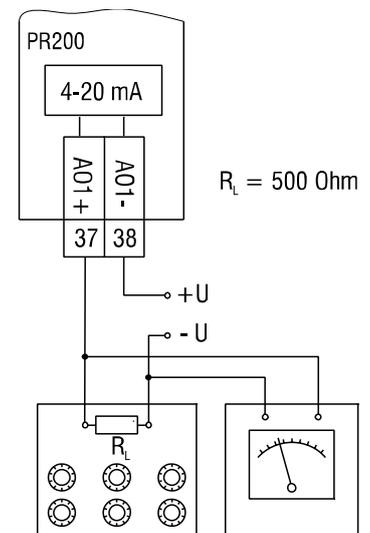

Fig. F.4
1. Raccorder une résistance de référence externe avec une classe de précision d'au moins 0,05 à la sortie AO1 (Fig. F.4).